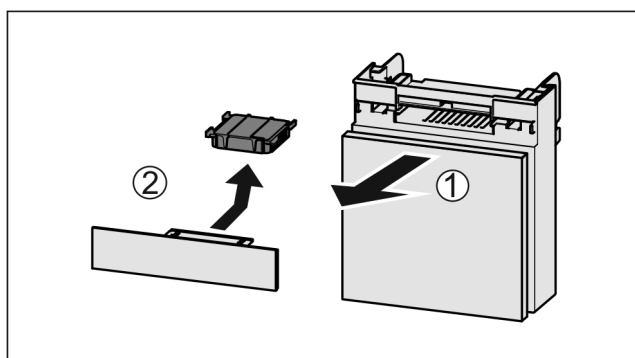

Fig. 59
- Estrarre il vano tirando in avanti Fig. 59 (1).
- Rimuovere il filtro a carboni attivi Fig. 59 (2).